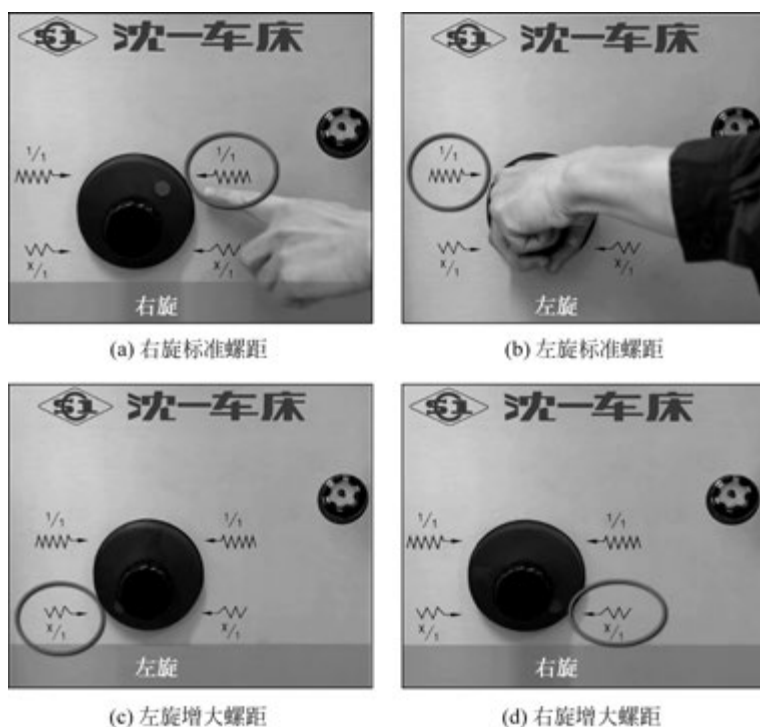

图 1.16 主轴箱换向、倍增变换操作
- (1) 右旋标准螺距变换操作如图 1.16(a)所示。
- (2) 左旋标准螺距变换操作如图 1.16(b)所示。
- (3) 左旋增大螺距变换操作如图 1.16(c)所示。
- (4) 右旋增大螺距变换操作如图 1.16(d)所示。
- (5) 操作提示如下。
① 必须在停机状态下进行主轴箱换向、倍增变换操作。
② 变换操作时,如果手柄转动不灵活,可在主轴静止状态下旋转卡盘,使主轴箱内的齿轮交换位置后,再将变速手柄转换到正确的位置。